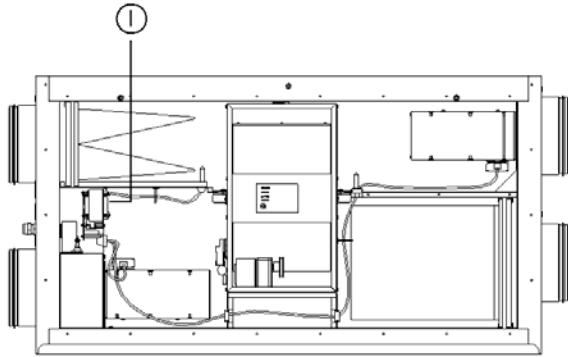

Fig. 7
## N FEILSØKING (Fig. 7)
- b) Kontroller om branntermostat er slått ut. Resettes med trykk på rød bryter "I" i aggregatet (fig 7).
## S FELSÖKNING (Fig. 7)
- b) Kontrollera om brandtermostat har löst ut. Återställ genom att trycka in röd knapp "I" i aggregatet (fig 7).
## **FEHLERSUCHE (Fig. 7)**
- b) Prüfen Sie, ob der Brandschutzthermostat ausgelöst hat. Wenn ja drücken Sie Taste "I" im Gerät (fig 7).
## **TROUBLESHOOTING (Fig. 7)**
- b) Check if fire thermostat is still alert. If necessary, reset by pressing the red button "I" in the unit (fig 7).